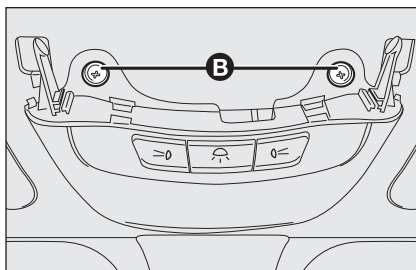

fig. 34
- svitare le due viti di fissaggio **B**-fig. 34 per smontare il gruppo;